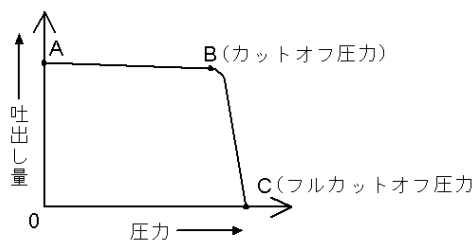

図4 圧力－吐出し量特性
スプールの両端には同一の圧力が作用しているため、スプールはばねにより図の右方に位置します。操作ピストン室は、図3のようにスプール穴を介してドレン室へ開放されています。このとき、ヨークはばね⑩により最大傾きを保っており、吐出し量は最大となります。（図4においてA～Bの範囲です。）
後に差圧が生じます。この差圧でばね室側の圧力が下がるためスプールが左方に移動し、操作ピストン室への通路が開口します。吐出し油の一部が操作ピストン室へ導びかれ、ヨークの傾き角が減少し、吐出し量も減少します。（図4においてB～Cの範囲です。）
●吐出し圧力が図4のC点に達したとき